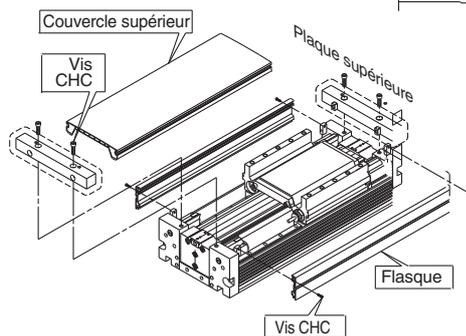

Figure 2. Installation et retrait du couvercle
2. Lorsque le réglage décrit au point 1 est insuffisant, l'amortisseur de chocs peut être ajusté. Enlevez les couvercles comme l'indique la Figure 2 et desserrez l'écrou pour le réglage.